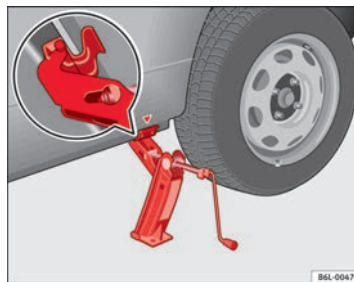

Abb. 139 Wagenheber
- Richten Sie den Wagenheber so aus, dass seine Klauen den Steg des Unterholms umfasst und die bewegliche Grundplatte plan auf dem Boden aufliegt ⇒ Abb. 139.